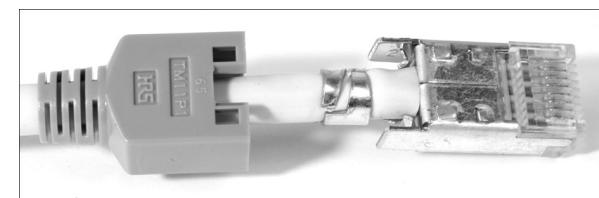

Abbildung 2.24 Fertig gecrimpter Stecker
11. Führen Sie eine Sichtkontrolle am fertigen Stecker (Abbildung 2.24) durch. Um-schließt die Zugentlastung die Schirmung vollständig? Liegt sie fest an?